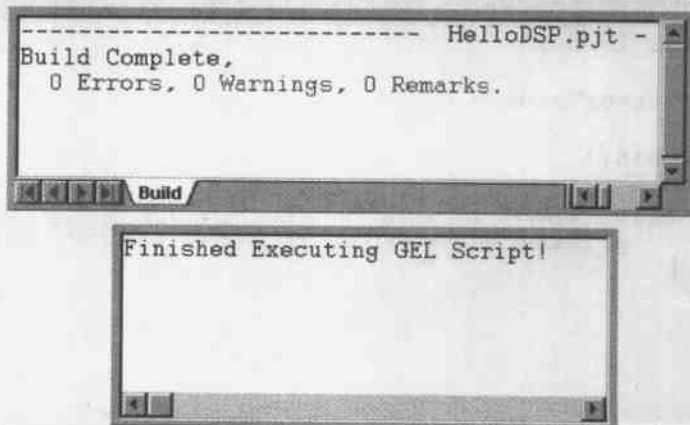

图 9.7 程序运行输出的信息
(4) 在 File 菜单中,执行 Save As 命令。
(5) 浏览文件夹 D:\application\ccs\tutorial\sim54xx\gelsolid\,在保存对话框中,选择 GEL 类型的文件,把文件存为 projectmanagement. gel。
(6) 在 File 菜单中,执行 Load GEL 命令,将刚才修改好的 projectmanagement. gel 文件载入。
(7) 在 GEL 菜单中,选择 Project Management Tool→Run_Project 项。该命令将载入 hellodsp 工程,编译并执行 hellodsp. out 程序,程序运行将输出如图 9.7 所示的信息。